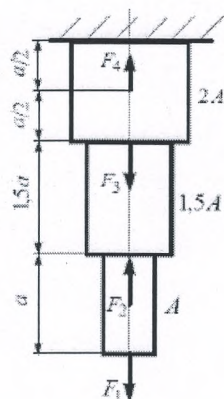

Рис.1
1. Определить реакции опорного закрепления стержня (рис.1)